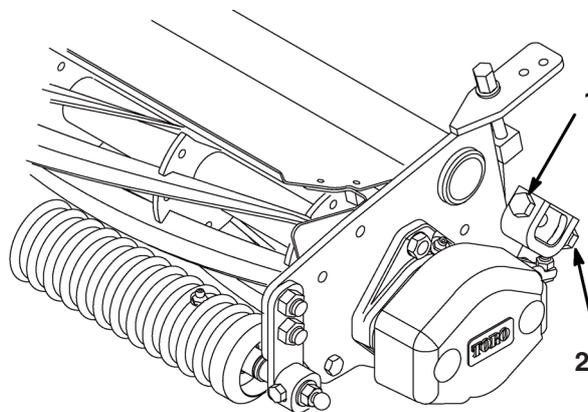

Bild 2
2. Lockern Sie auf beiden Siten der Schneideinheit die untere Einstellschraube (Bild 2) und bewegen Sie das Untermesser so näher zu den Spindelmessern. Ziehen Sie darin die obere Einstellschraube (Bild 2) auf beiden Seiten der Schneideinheit an.